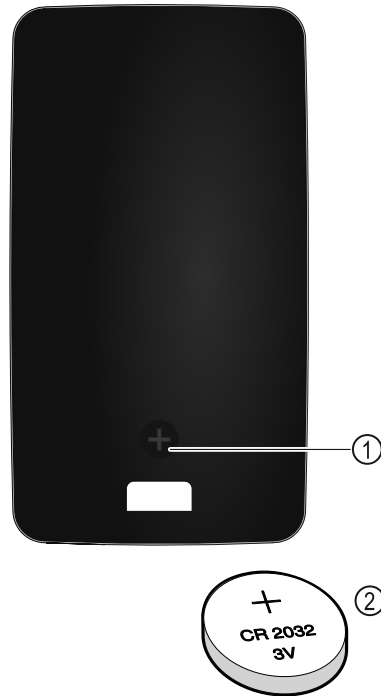

Fig. 260
Tālvadības pults barošanu nodrošina CR 2032 tipa baterija ar 3 V Fig. 260 (2), kas ir pieejama specializētajās tirdzniecības vietās.
- Izskrūvējiet skrūvi Fig. 260 (1) tālvadības pults aizmugurē.